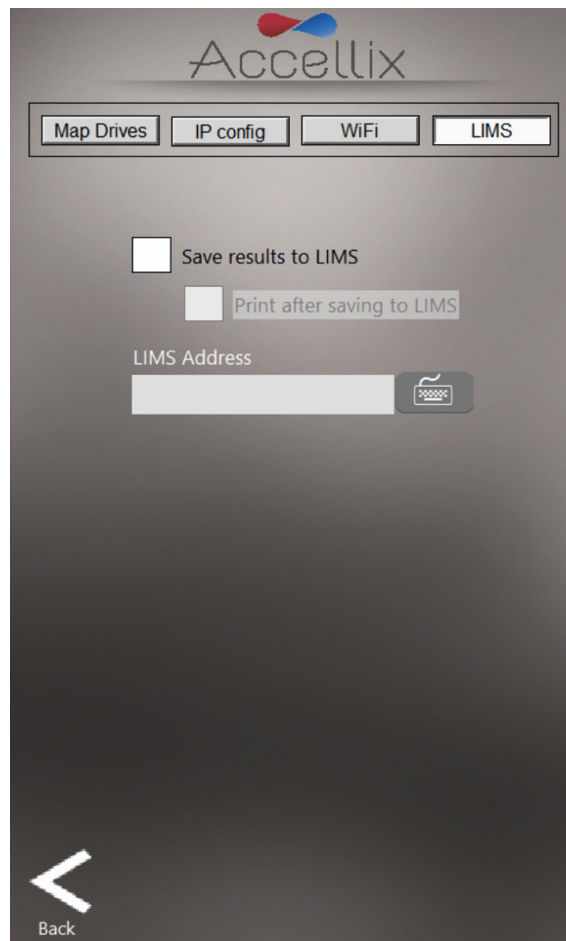

Abbildung 27: Netzworkebildschirm: Registerkarte „LIMS“
4. Um ein System für das Speichern von Daten im LIMS-System zu konfigurieren, wählen Sie die Registerkarte „LIMS“ aus (Abbildung 27). So aktivieren Sie das System, um Daten im LIMS-System zu speichern: